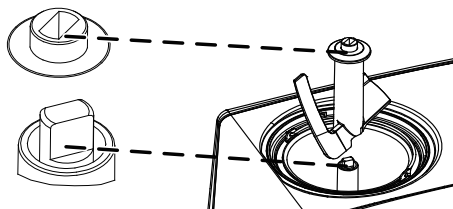

Abb. 1
- ▶ Stecken Sie das Rührwerkzeug auf den Aluminiumbehälter und achten Sie darauf, dass das Rührwerkzeug auf der Antriebswelle sitzt (siehe **Abb. 1**).